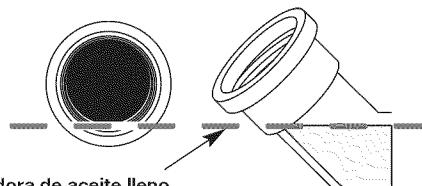

Fig. 12
- Revise el orificio de llenado de aceite (Fig. 10). Si el nivel de aceite llega hasta la primera rosca, entonces no añada más aceite (Fig. 12). Si no es así, continúe llenando con aceite hasta que llegue a la marca.